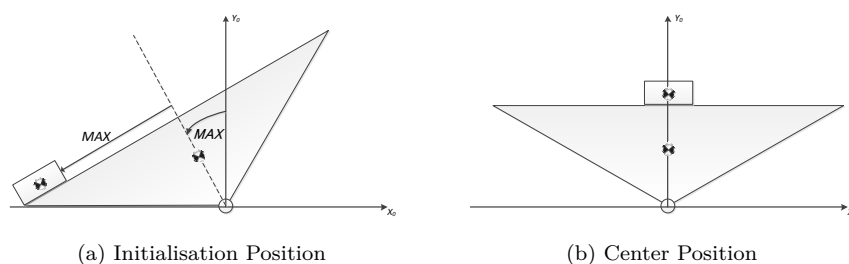

Figure 7: ausbalancierte Wippe - Startprozedere
1. Bringen Sie das System in die Startposition, welches in Figure 7(a) aufgezeigt ist;
3. Für die ersten 10 Sekunden ist der Regler noch immer ausgeschaltet. Währenddessen muss manuell das System ausbalanciert werden, was in Figure 7(b) aufgezeigt ist. Halten Sie diese Balance bis der Regler startet;